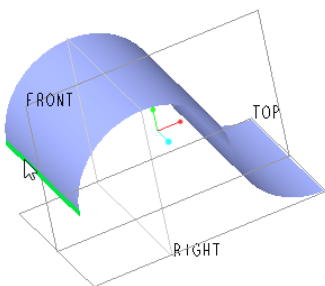

图 7-111 选择要延伸的曲面边界边链
① 在“快速访问”工具栏中单击“打开”按钮，系统弹出“文件打开”对话框，选择“bc_7_extend.prt”配套范例文件，然后单击“文件打开”对话框中的“打开”按钮。
② 选择要延伸的曲面边界边链，如图 7-111 所示。